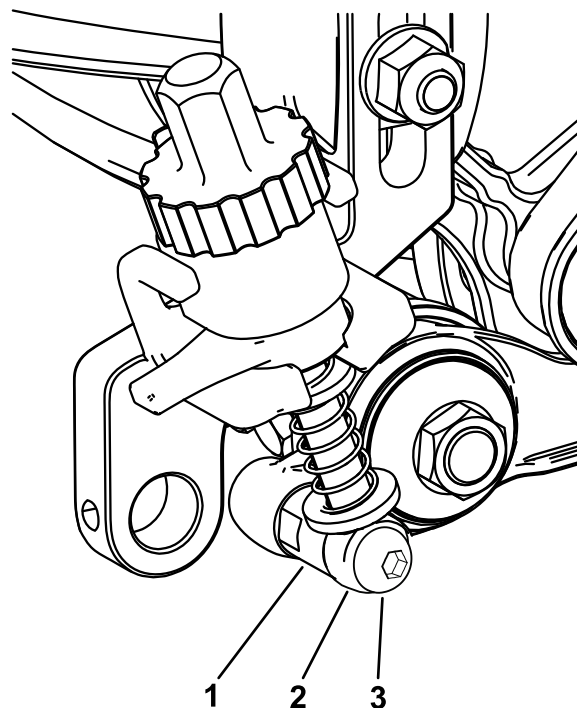

Figure 23
5. Côté poulie de tension, fixez la tige du bras de réglage à la poulie de tension en mettant en place un boulon à épaulement dans la tige de bras de réglage et dans le manchon de réglage comme illustré Figure 23 ; serrez le boulon à épaulement à un couple compris entre 20 et 26 N m.